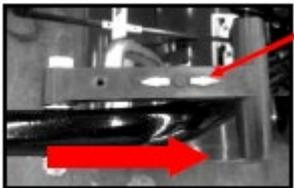

FIGURA 9 (asta di controllo della retromarcia)
- ② Mettere l'asta di comando della retromarcia in modalità avanti (vedi figura 9)